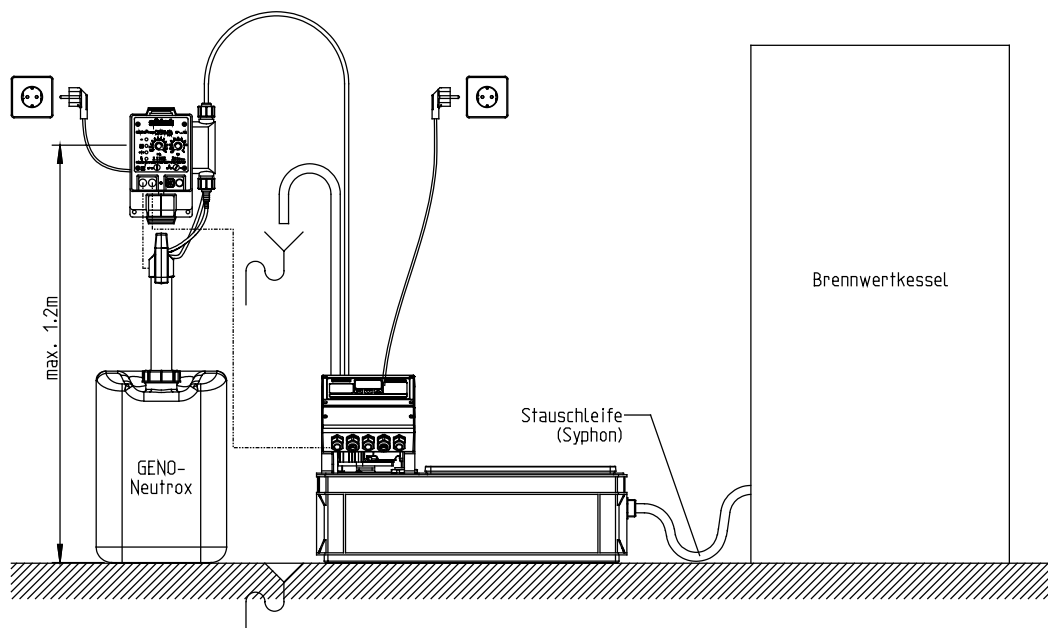

Abb. D-1: Montagebeispiel GENO®-Neutra FNH-420-R
- Der Ablaufschlauch muss oberhalb der Aufstellfläche der Neutralisationseinheit enden, um ein Leerheben zu verhindern. Um eine rückwirkende Verkeimung vom Kanal in die Neutralisationsanlage zu vermeiden, darf der Ablaufschlauch nicht direkt mit dem Kanalrohr verbunden werden. Der Ablaufschlauch muss deshalb frei über einen Kanalschluss enden (siehe Abb. D-1).
- Der Zulaufschlauch ist mit Gefälle zur Neutralisationsanlage zu verlegen. Über den Kondenswasserzulauf zur Neutralisationsanlage darf kein Rauchgas aus dem Brennwertkessel entweichen. Ist am Brennwertkessel kein Siphon vorhanden, ist bauseitig ein Siphon zu montieren, oder der Zulaufschlauch zur Neutralisationsanlage in Form eines Siphon zu verlegen – siehe Abb. D-1 Montagebeispiel.